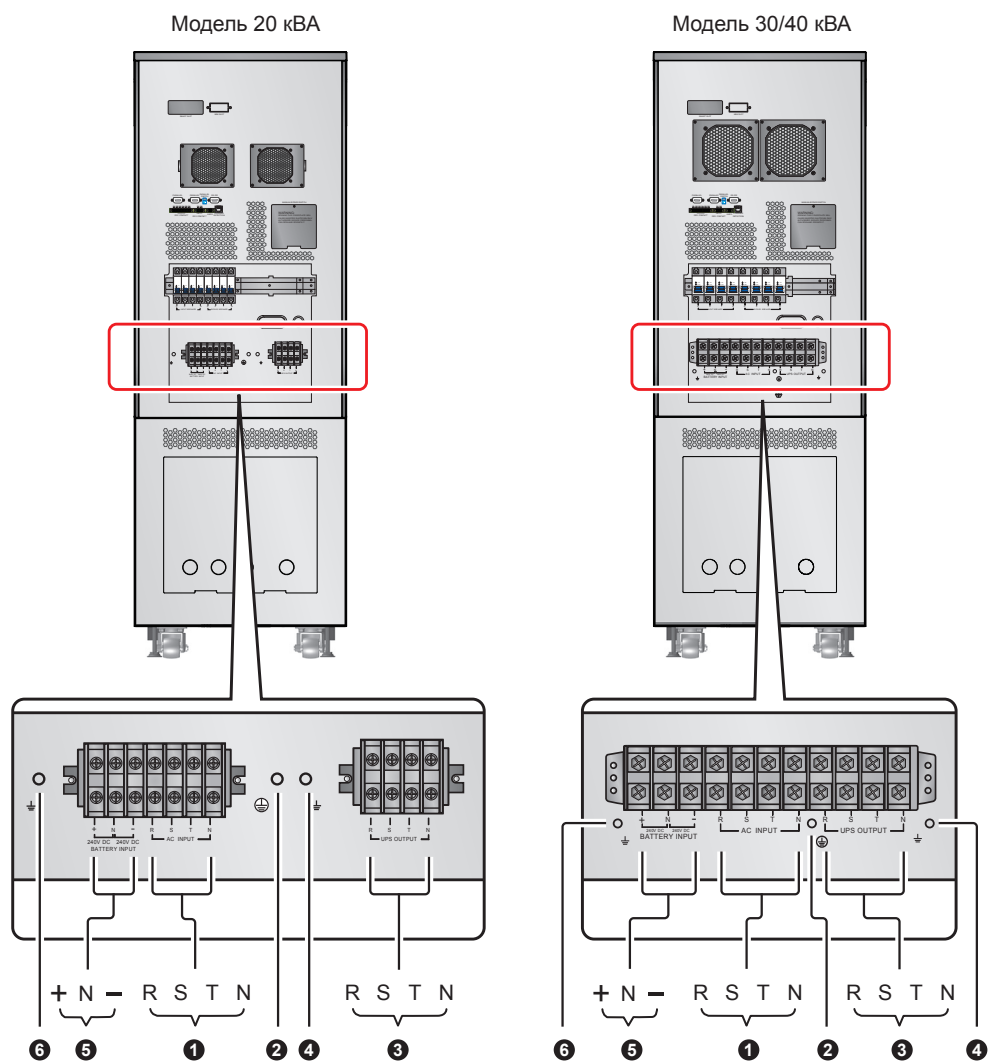

Рис. 6-8. Блок зажимов
- 1 Снимите крышки, показанные на **рис. 6-5**, для доступа к блоку зажимов (см. **рис. 6-8**).
- 2 Убедитесь, что вы разобрались с подключениями к блоку зажимов, показанными на **рис. 6-8**.